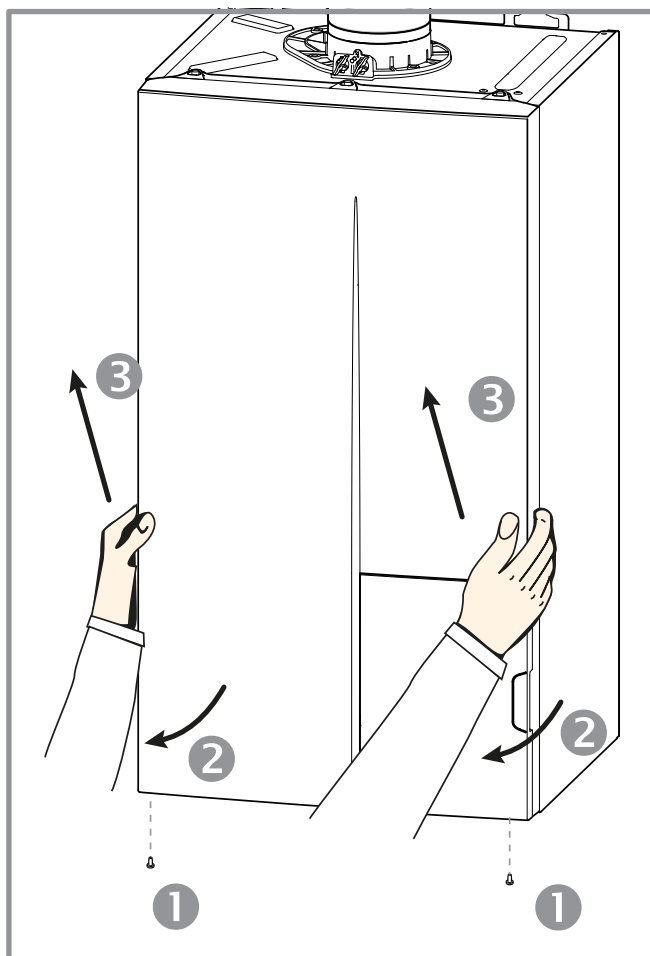

figura 31 - Desmontaje de la fachada
- Desmonte el panel delantero (figura 31, página 47).
- Desmonte el panel delantero (vea figura 31, página 47).